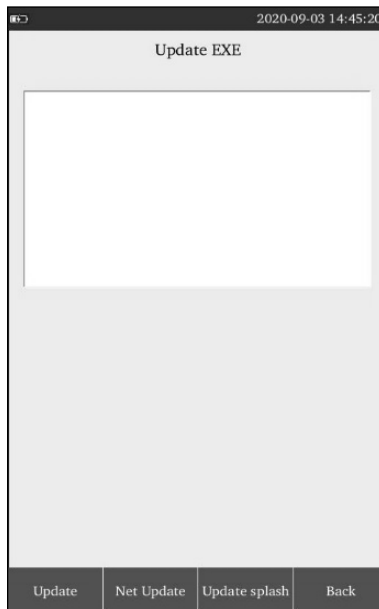

Fig 19
- 1) Toque em "**Update**" para acessar a interface, a interface da Fig. 19 irá aparecer.